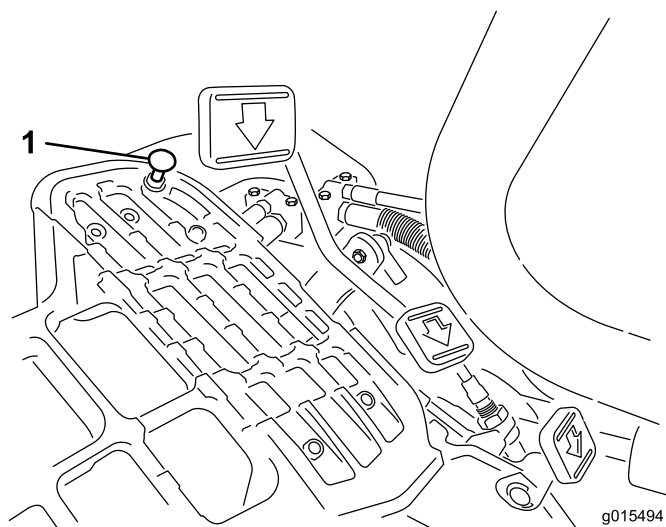

Рисунок 48
Для получения максимальной транспортной скорости переведите рычаг функционального управления в транспортное положение и нажмите на педаль тяги. Если педаль тяги касается упора (Рисунок 48) до того, как на тросике будет ощущаться натяжение, требуется регулировка:
1. Переведите рычаг функционального управления в транспортное положение и ослабьте зажимную гайку крепления упора педали на полу (Рисунок 48).